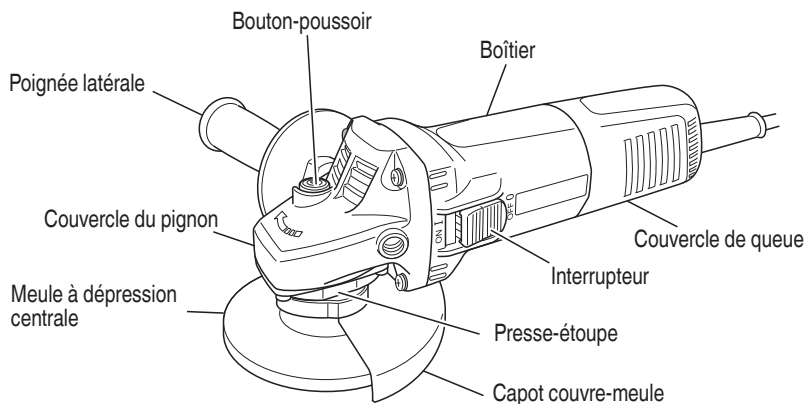

Fig. 1
1. Maintenir la meuleuse à disque fermement par son boîtier et sa poignée secondaire (Fig. 1). La meuleuse à disque produit une contre-force qui doit être maîtrisée en la maintenant fermement.